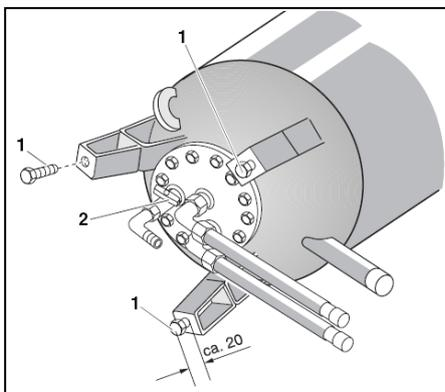

Рис. 3 Использование фиксирующих винтов в качестве опорных (схематическое изображение)
- Фиксирующие винты используйте в качестве опорных винтов (Рис. 3, Поз. 1) и вкрутите их примерно на 20 мм в опорные пятки бойлера.
- Проверьте, закрыт ли сливной кран (Рис. 3, Поз. 2) и плотно ли затянуты согласно нормам винты ревизионного лючка.